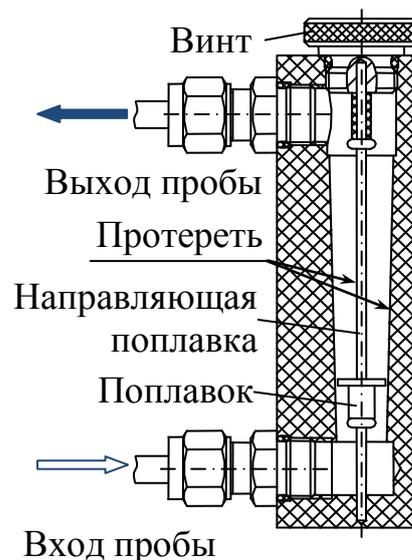

Рисунок 3.1 – Ротаметр (очистка)
Для очистки ротаметра следует (рисунок 3.1):
– открутить винт ротаметра (рисунок 3.1) – установить атмосферное давление в системе;